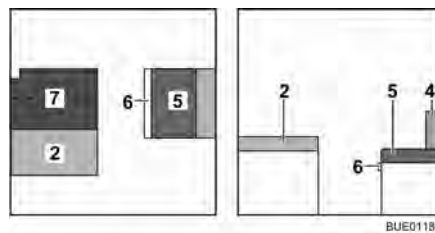

Fig. 115 Durante la trasformazione
- Aprire il cuscino aggiuntivo (Fig. 115,7) e collocarlo sul tavolo.